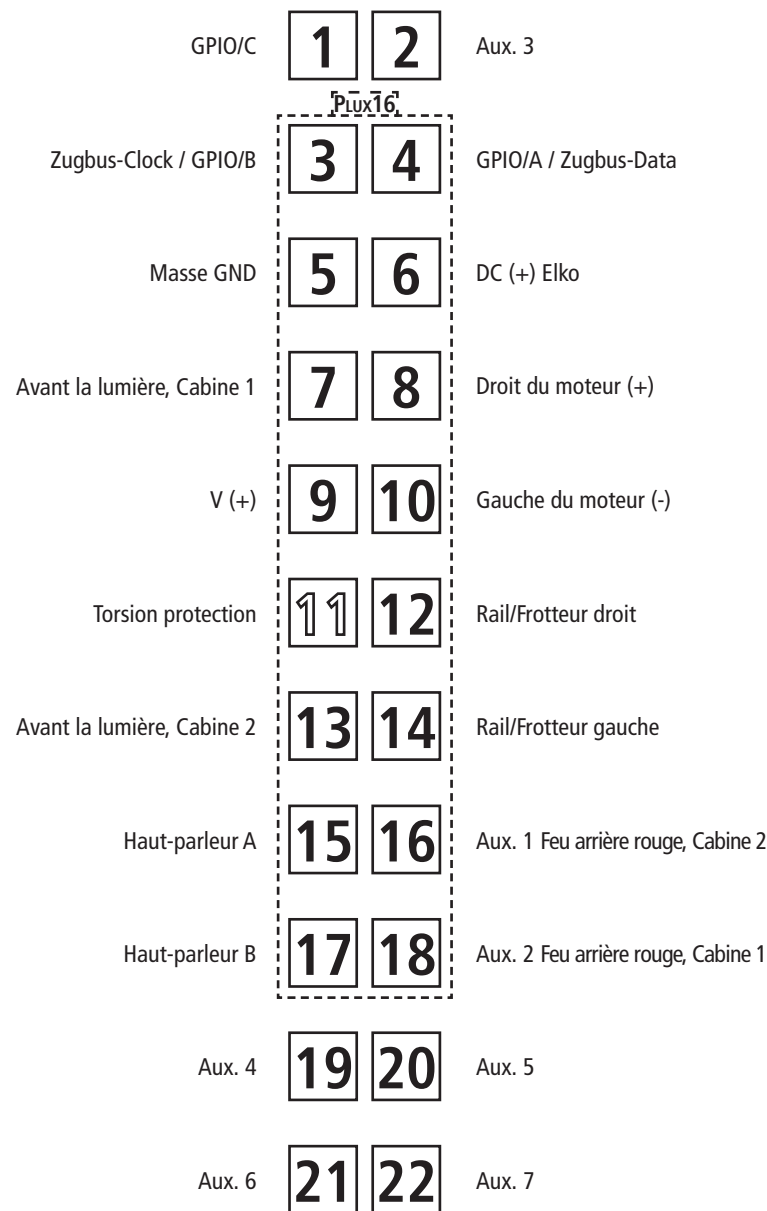

Fig. 5
**1. Reinigung der Radstromkontakte:** Radstromkontakte können auf unsauberen Schienen leicht verschmutzen. Entfernen Sie **vorsichtig** mit einem kleinen Pinsel **den Schmutz** an den in Fig. 5 gekennzeichneten Stellen.
**1. Cleaning of wheel contacts:** Wheel contacts easily get dirty on tracks which are not entirely clean. Use a small brush to **remove dirt** from spots marked in fig. 5.